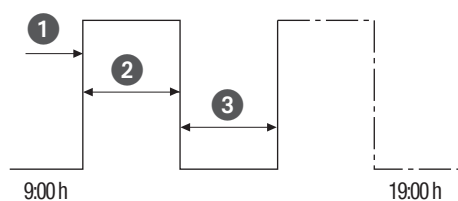

Abb. 26: Zyklusschaltung
- (Abb. 26/①) Startzeit
- (Abb. 26/②) Dauer EIN = Schaltung EIN
- (Abb. 26/③) Dauer AUS = Schaltung AUS